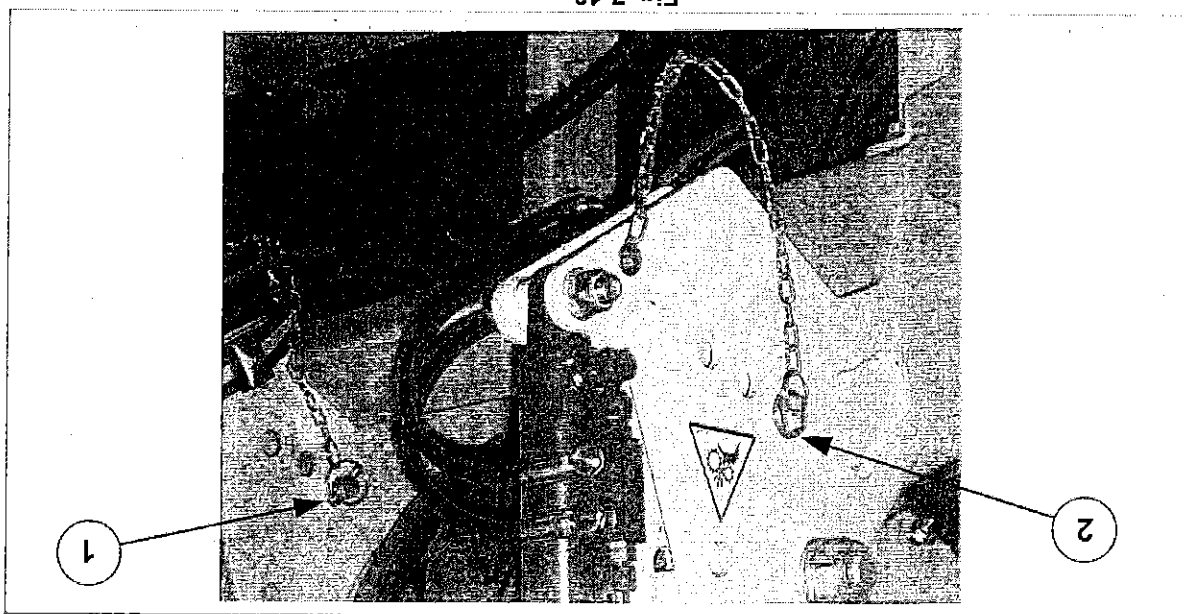

Fig. 7-13
- 1) Togliere i perni di blocco 1 e 2 Fig. 7-13.
- 3) Mettere i perni di blocco 1 e 2 Fig. 7-13.